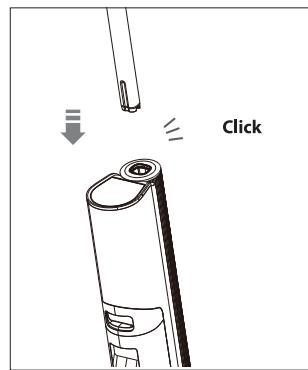

Fig. 4 – Montaggio dell'impugnatura
- ▶ Spingere l'impugnatura fino a battuta nel corpo dell'apparecchio finché non si inserisce in posizione con un clic. L'impugnatura deve essere saldamente inserita nell'apparecchio (**vedere Fig. 4**).